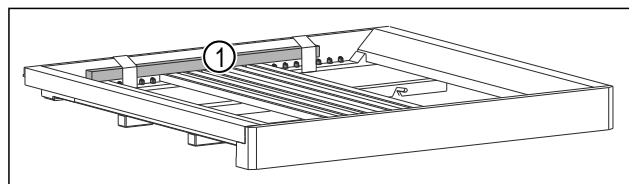

Fig. 7 *
- ▶ Odstraňte dřevěnou tyč Fig. 7 [1].*